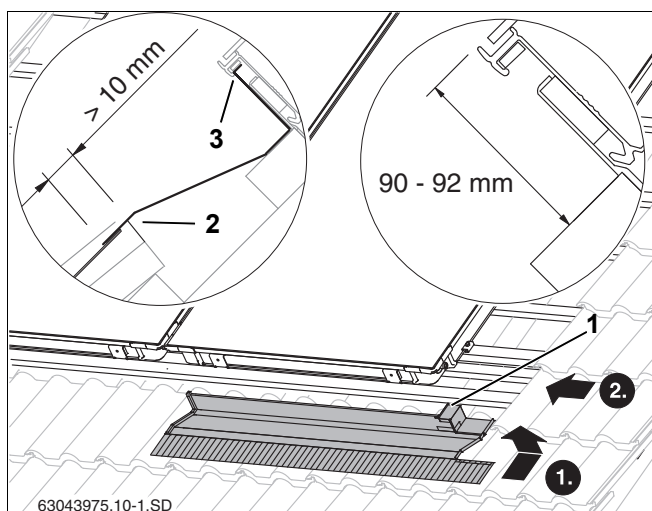
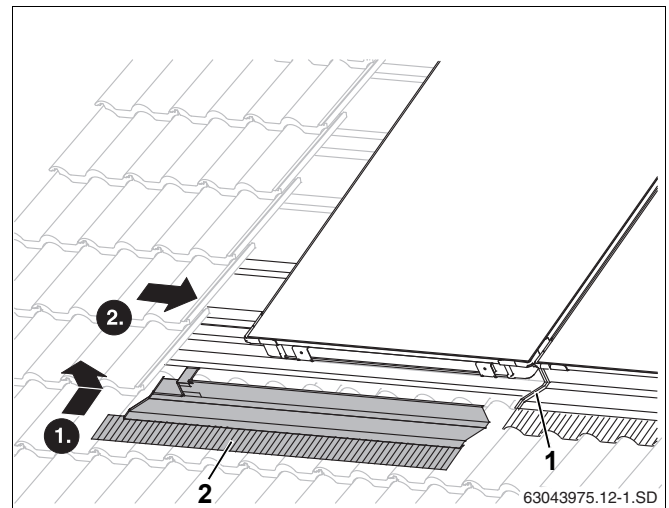

Рис. 44 Правый нижний накладной лист
Рис. 47 Укладка левого нижнего накладного листа
- ▶ Правый накладной лист вставьте верхней кромкой в паз коллектора (рис. 44, поз. 3).
- ▶ Придвиньте накладной лист к коллектору так, чтобы и правая короткая кромка (рис. 44, поз. 1) входила сверху в паз коллектора.
Накладной лист нужно уложить на черепицу так, чтоб он перекрывал черепицу минимум на 10 мм (рис. 44, поз. 2).
- ▶ Уложите левый накладной лист (рис. 47, **поз. 2**) на предыдущий и смонтируйте как правый. (рис. 44).
Защитную пленку можно снять с накладного листа (рис. 47, **поз. 1**) только после того, как будут закреплены все листы.